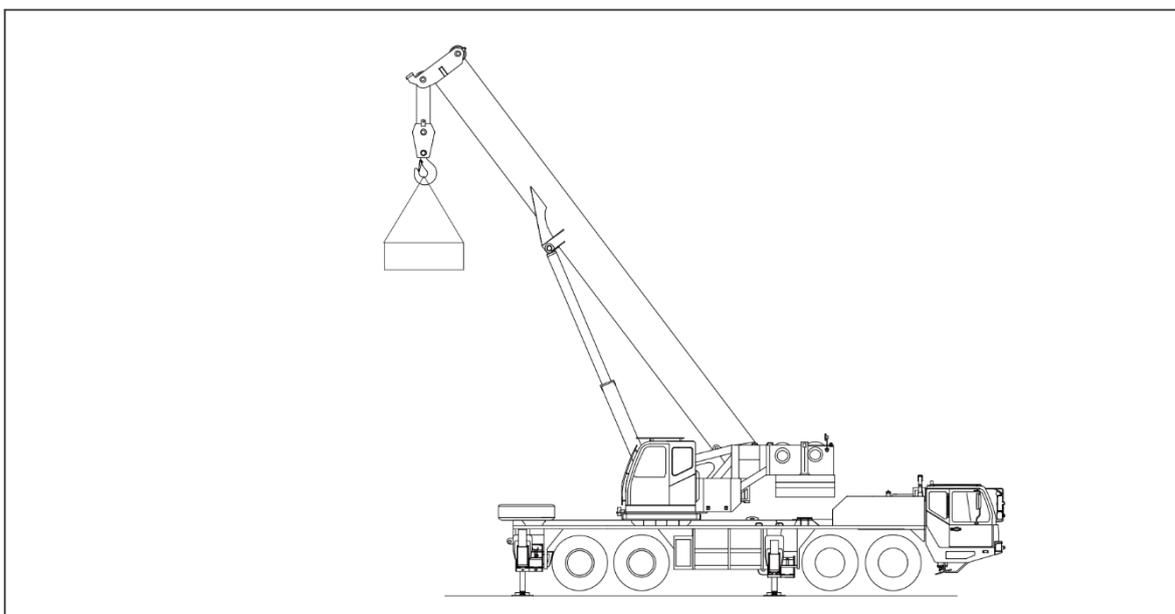

Figura 4-37 Operação da engrenagem de içamento principal
- b) A engrenagem de elevação principal está funcionando. Consulte a figura 4-37.